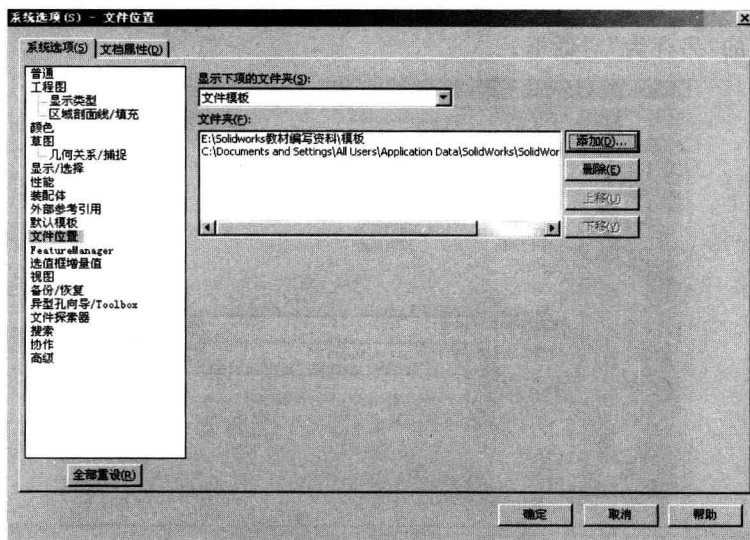

图 1-8 “文件位置”选项
① 在 Windows 资源管理器中创建新文件夹。
② 在 SolidWorks 用户界面中，单击选项图标，或选择“工具”→“选项”命令。
③ 在系统弹出的“系统选项(S)-普通”对话框中，选择“系统选项”选项卡中的“文件位置”选项，如图 1-8 所示。